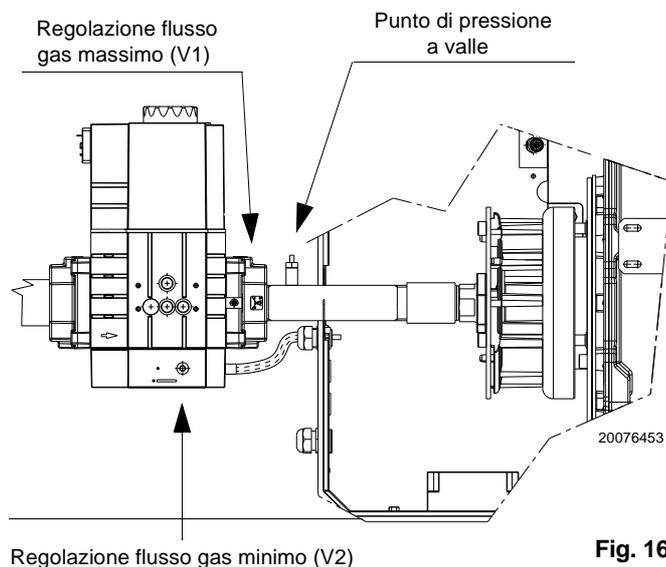

Fig. 166
Le indicazioni della sequenza delle fasi sul display continuano a lampeggiare per segnalare che si è ancora nella procedura di avviamento (funzionamento manuale). Se l'accensione continua a mancare può essere che il gas non arrivi alla testa di combustione entro il tempo di sicurezza di 3s. Ruotare leggermente verso il segno "+" la vite V1 della valvola gas (Fig. 166 a pag. 51). Se, invece, alla fine del tempo di sicurezza il bruciatore accende ma poi si spegne, il bruciatore va in blocco ed il display visualizza **Loc:7** lampeggiante (sparizione fiamma in funzionamento). Premere **"i/reset"**, il display visualizza **400:Set**. Uscire dalla modalità di funzionamento manuale premendo più volte **"ESC"** (premere contemporaneamente i tasti "+" e "-"). Il display visualizza **Loc:7** fisso. Premere **"i/reset"** per sbloccare la LME7. (Elenco codice errori Tab. T a pag. 57).
- Agire sulla vite V1 ruotandola verso il segno "+" (Fig. 166 a pag. 51).
- Verificare l'aspetto della fiamma, ove possibile, o il valore della CO e CO₂ per capire se il bruciatore è sufficientemente tarato (prima taratura di massima). Eventualmente agire sulla vite V2 della valvola gas (ruotare verso segno "+" per aumentare il gas, verso il segno "-" per diminuire il gas) (Fig. 166 a pag. 51).
- Verificare l'aspetto della fiamma, ove possibile, o il valore della CO e CO₂ per capire se il bruciatore è sufficientemente tarato (prima taratura di massima). Eventualmente agire sulla vite V1 della valvola gas (ruotare verso il segno "+" per aumentare il gas, verso il segno "-" per diminuire il gas) (Fig. 166 a pag. 51).
- per aumentare la portata gas e la CO₂: ruotare la vite V1 verso il segno "+" (Fig. 166);
- per ridurre la portata gas e la CO₂: ruotare la vite V1 verso il segno "-" (Fig. 166).